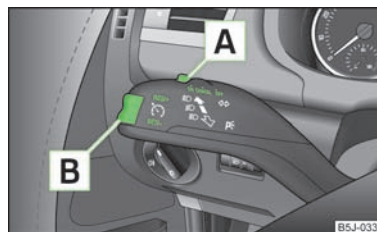

Fig. 84
- Pousser le commutateur **A** » fig. 84 sur la position **ON**.
- Pousser le bouton à bascule **B** » fig. 84 dans la position **RES**.
- Pour **réduire** la vitesse mémorisée, appuyez sur le bouton à bascule [B] » fig. 84 pour le placer en position **SET**.
Le régulateur de vitesse se **désactive temporairement** si vous poussez le commutateur [A] » fig. 84 dans la position **CANCEL** ou enfoncez la pédale de frein ou d'embrayage.
- Poussez le commutateur [A] » fig. 84 vers la droite sur la position **OFF**.